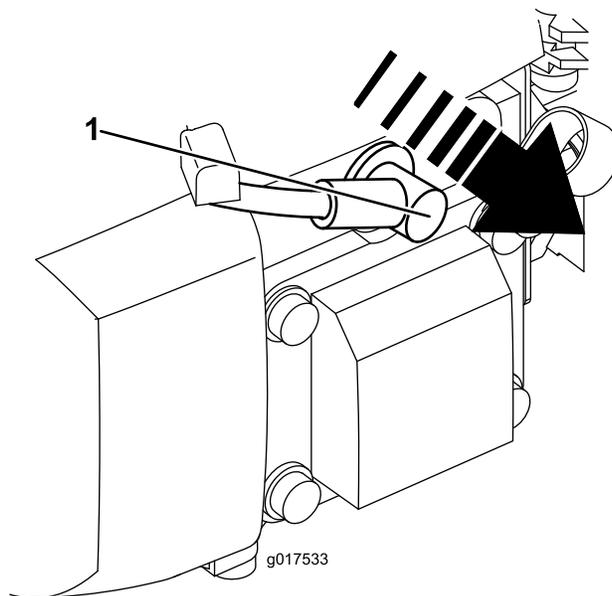

Figura 15
2. Desligue o fio da vela de ignição da vela de ignição Figura 15 antes de executar qualquer procedimento de manutenção.